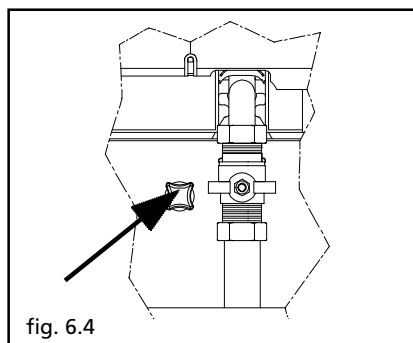
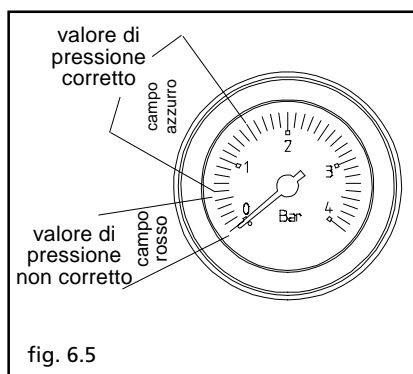

fig. 6.4
fig. 6.5
- aprire il rubinetto di riempimento (fig. 6.4) fino a che il valore di pressione sia compreso tra 0,6 e 1,5 bar (fig. 6.5)